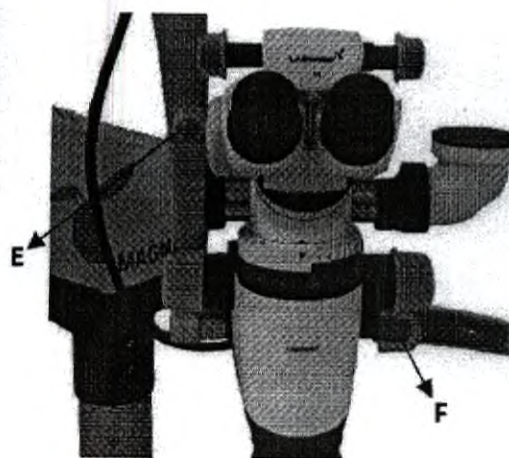

Рис. 15
а. Управление соединением наклонного плеча осуществляется при помощи кнопок электромагнитных муфт, расположенных слева (E) и справа (F) несущей, смотрите рисунок 15.